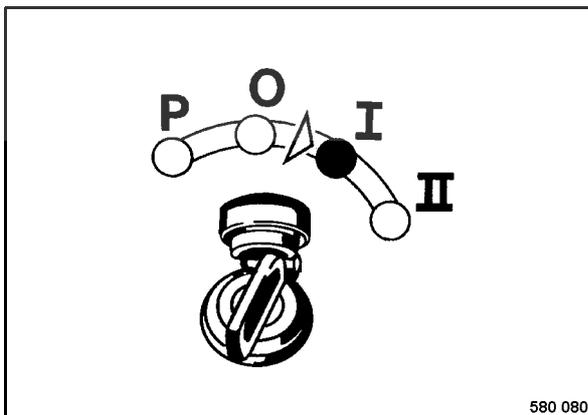

fig. 40
- Tourner la clé de contact (fig. 40) sur position "I".